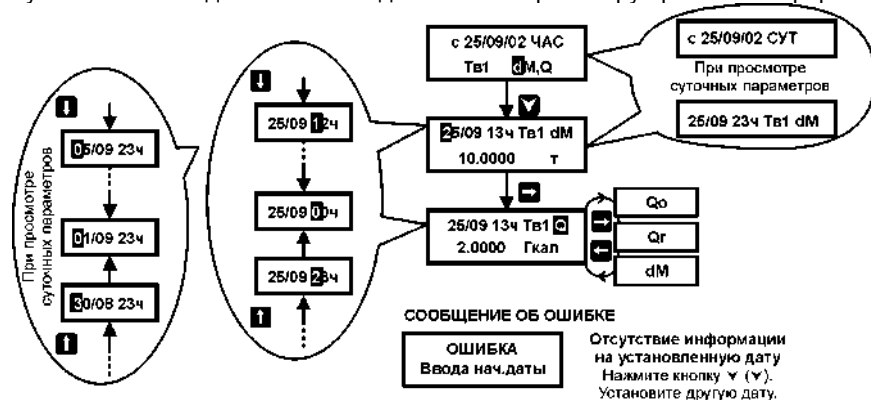
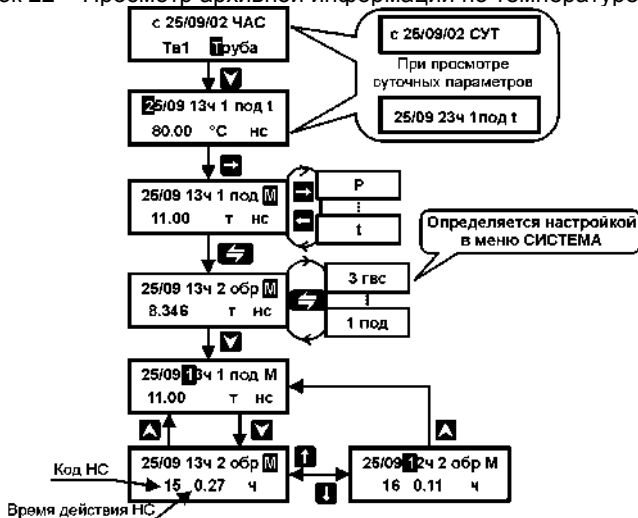

Рисунок 20 – Просмотр архивной информации по тепловому вводу
Рисунок 23 – Просмотр архивной информации по кодам и времени действия нс
В архиве прибора регистрируются коды НС по каждому измеряемому параметру теплоносителя и по дополнительным температурам, а также время их действия. Так как в течение интервала усреднения (час, сутки) могут быть зарегистрированы несколько кодов, то факт их наличия отображается в правом нижнем углу дисплея буквами «НС». При необходимости коды и время их действия за интервал усреднения могут быть просмотрены пользователем прибора. Просмотр информации по НС возможен только по каждому трубопроводу отдельно (см. рисунок 23).
Суточный архив содержит дополнительную информацию о количестве часов в конкретных сутках, когда прибором производились вычисления параметров теплоносителя и тепловой энергии (см. рисунок 20). Количество часов может быть не равно 24 (23 по дисплею) в случае работы прибора неполные сутки (дата сброса и текущие сутки).
3. Войдя нажатием кнопки  в меню 3–его уровня (рисунок 20, 21 или 22), последовательным нажатием кнопок  (, , ) и  при необходимости (рисунок 23) просмотреть требуемую информацию;